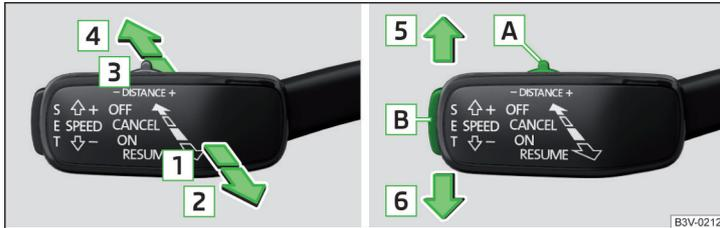

Abb. 257 Bedienungshebel
### Übersicht der ACC-Funktionen, welche mit dem Hebel bedient werden » Abb. 257
➤ Die Taste **SET** » Abb. 257 auf Seite 224 drücken.
➤ oder: Den Hebel in die gefederte Stellung **RESUME** » Abb. 257 auf Seite 224 einstellen.
- Den Hebel in die gefederte Stellung **CANCEL** » Abb. 257 auf Seite 224 einstellen.
Die gewünschte Geschwindigkeit wird mit dem Bedienungshebel eingestellt oder geändert » **Abb. 257** auf Seite 224.
Die Abstandsstufe zum vorausfahrenden Fahrzeug kann mit dem Hebel » **Abb. 257** auf Seite 224 oder im Infotainment » **Seite 222, Einstellungen im Infotainment** eingestellt werden.
➤ Den Schalter **DISTANCE** in die gefederte Stellung – oder + einstellen » **Abb. 257** auf Seite 224.
Ein Beschleunigungsvorgang kann jederzeit durch Betätigung des Bremspedals oder den Druckpunkt **CANCEL** am Bedienungshebel » Abb. 257 auf Seite 224 abgebrochen werden.